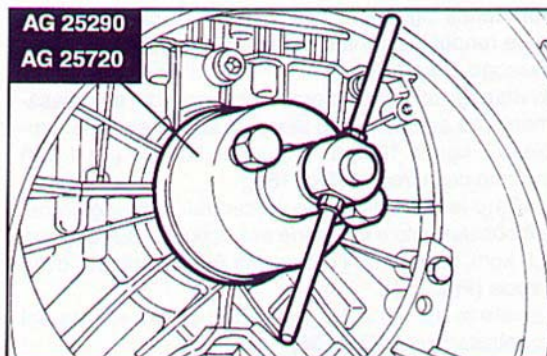

Fig. 157 ▲
- utilizzando l'attrezzo AG 25290 (per alberi a sei fori) o AG 25720 (per alberi a otto fori), inserire il paraolio lato volano (Fig. 157);
- use tool AG 25290 (for 6-hole shafts) or AG 25720 (for 8-hole shafts) to insert the flywheel side oil seal (Fig. 157);